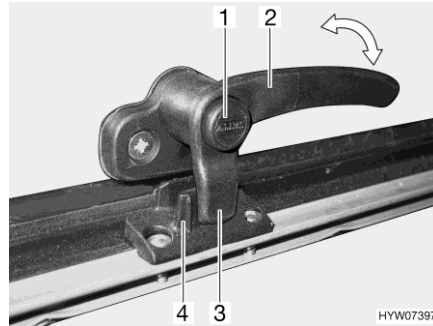
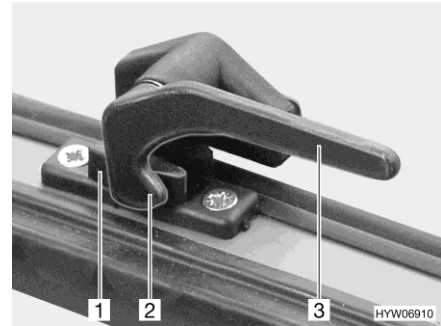

Fig. 97 Lever de verrouillage avec bouton de sécurité en position "Fermé"
Fig. 98 Lever de verrouillage en position "Fermé"
- S'il existe, appuyer sur le bouton de sécurité (Fig. 97,1) et le maintenir enfoncé.
- Tourner le levier de verrouillage (Fig. 97,2 ou Fig. 98,3) d'un quart de tour vers le centre de la fenêtre.
- Tourner le levier de verrouillage (Fig. 97,2 ou Fig. 98,3) d'un quart de tour vers le cadre de la fenêtre.
Le tenon de verrouillage (Fig. 97,3 ou Fig. 98,2) du levier de verrouillage repose complètement sur le côté intérieur du verrouillage de fenêtre (Fig. 97,4 ou Fig. 98,1).
- En position "Fermé" (Fig. 97 et Fig. 98)